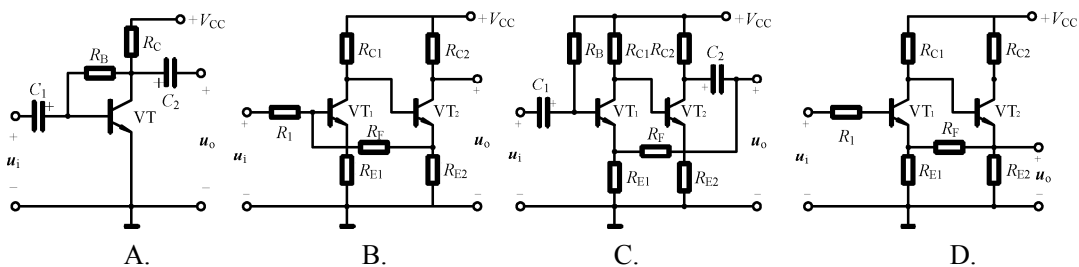

图 1-7
37. 如图 1-7 所示, 属于电压串联负反馈放大电路的是 ()。